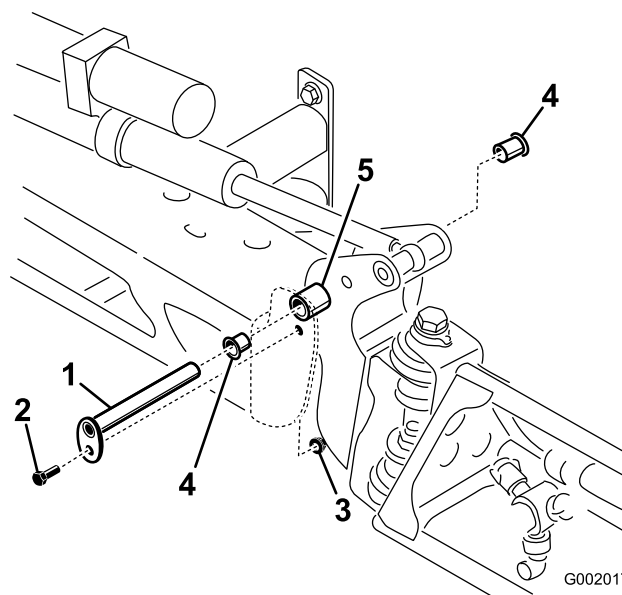

Figure 103
3. Lorsque le poids de la rampe est supporté, retirez le boulon et l'écrou de fixation de l'axe de pivot à l'ensemble rampe (Figure 103).
4. Retirez le boulon et l'écrou qui fixent l'axe de pivot puis déposez l'axe (Figure 103).
6. Déposez et examinez les bagues en nylon à l'avant et à l'arrière du support de pivot (Figure 103).
7. Appliquez une petite quantité d'huile sur les bagues en nylon et montez-les sur le support de pivot (Figure 103).
8. Montez l'ensemble rampe et support de pivot dans le bâti central en alignant les trous (Figure 103).